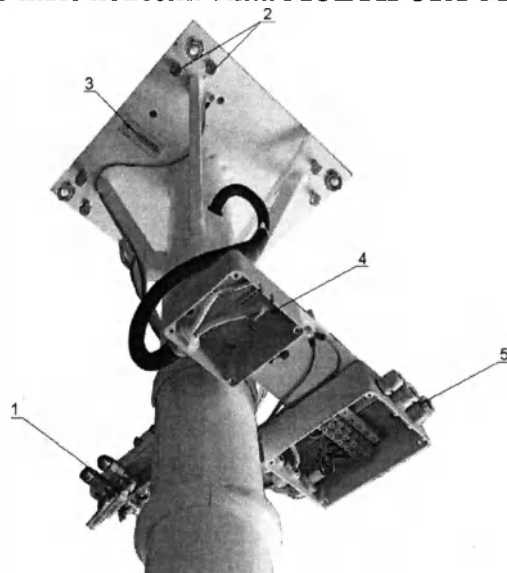

Рис.2 Общий вид расположения органов регулировки вертикальности консоли, вентилях запирания подачи медгазов, электрических и слаботочных коробок подсоединения
7.1. Основание консоли крепится к потолку. На основании консоли также установлено (см. Рис.2):
- к запорным вентилям (см. Рис.2) консоли подсоединить медные трубки из комплекта;
- 7.6 С помощью уровня проверить и отрегулировать вертикальность приборной колонны консоли, используя регулировочные винты, расположенные на основании крепления консоли к потолку (см. Рис.2).
8.1. Магистрали сжатого воздуха, вакуума и медицинских газов подсоединены к вентилям, расположенным на основании консоли (см. Рис.2), которое закреплено к потолочному перекрытию. Там же расположены колодки подключения электропитания (X1) и информационных сигналов (см. Рис.2). Основание консоли закрыто декоративным кожухом. Подход к вентилям и колодкам подключения электропитания и информационных сигналов возможен после снятия кожуха, который состоит из двух частей, соединенных винтами. Положение на несущей трубе фиксируется двумя полукольцами. Для снятия кожуха необходимо: